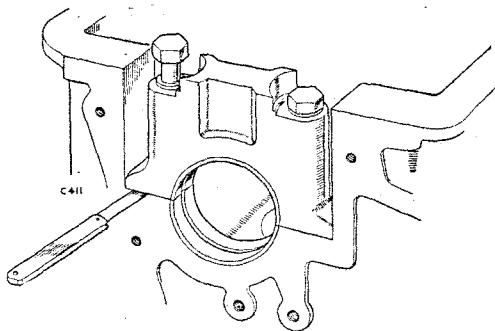

Fig. A-113—Comprobación de la presión de ajuste del cojinete de bancada.
1. Retírense los sombreretes de los cojinetes y móntense los casquillos de cojinete, sujetando por medio de las chapas. Apriétense los sombreretes y aflójese un perno de cada par. Verifíquese la presión de ajuste del cojinete, según va ilustrado en Fig. A-113 asegurándose que la tolerancia no exceda los 0,10 a 0,15 mm. La presión se puede corregir por montaje selectivo de los casquillos de cojinete, cuyos casquillos se hallan disponibles en espesores que varían ligeramente.